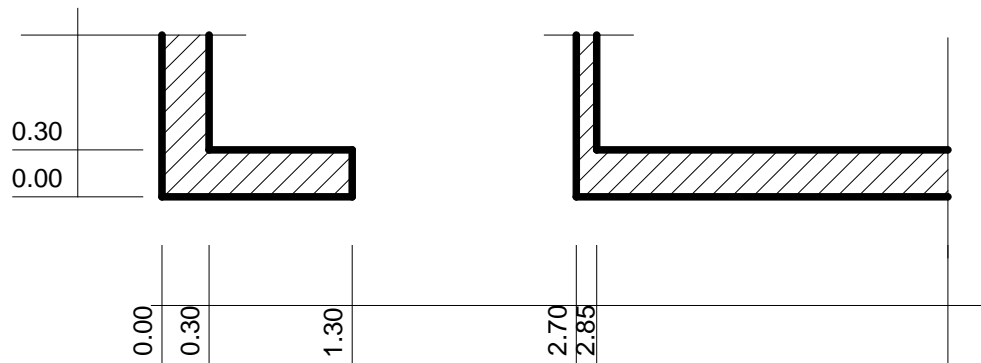

Figure 16: Cotation par coordonnées (chaîne de cote).
- Il existe deux méthodes de cotation ; la méthode traditionnelle et la méthode par coordonnées ou chaîne de cote. La deuxième s'avère plus rapide et plus précise, elle est donc préconisée à utiliser. (Fig.16)